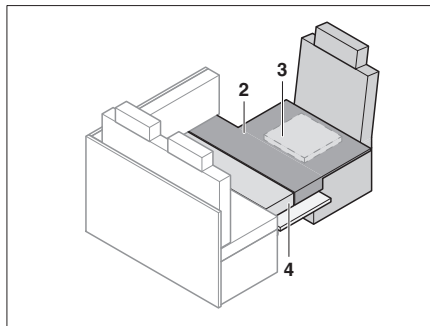

Bild 158 Nach dem Umbau
- Zusatzpolster wie in Bild 158 gezeigt auflegen.